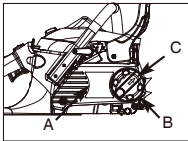

Fig. 3B
3. Allentare leggermente il pulsante (C) ruotando la manopola in senso antiorario, e ruotare quindi l'anello di tensione della catena (B) in senso antiorario per rilasciare la tensione della catena. (Fig. 3B)
4. Per rimuovere il coperchio della ruota dentata (A), ruotare il pulsante (B) in senso antiorario. (Fig. 3B)